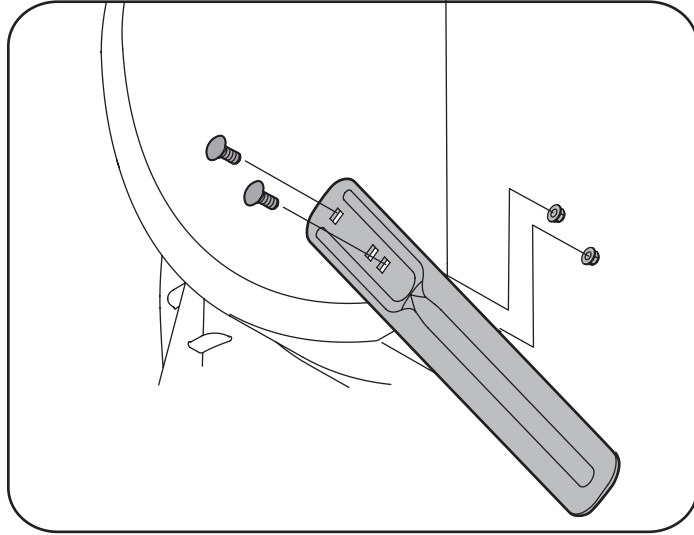

Figure 14
- Positionnez les barres de coupe pour qu'elles frottent face à l'avant comme illustré à la Figure 14. Maintenez-les en place avec la boulonnerie enlevée précédemment.